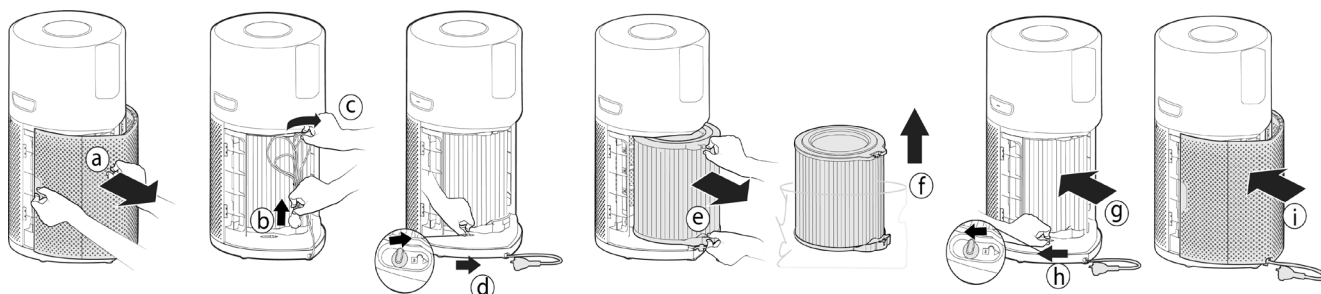

Fig. 1
2.1 INSTALLERA FILTER [Fig. 1]